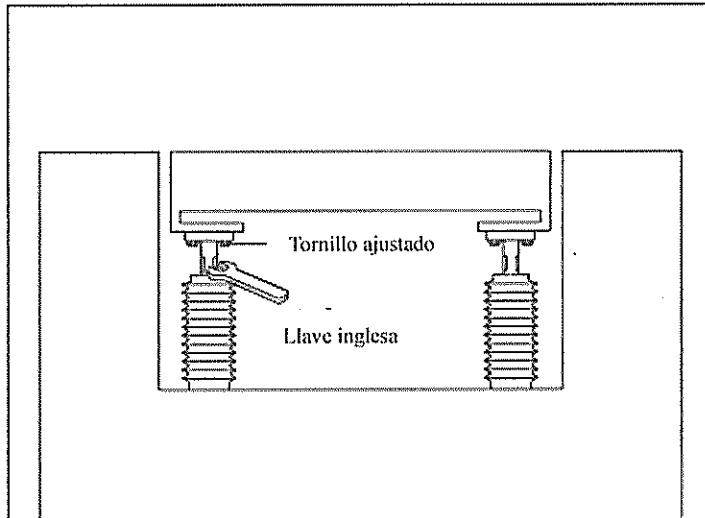

Figura 5-6
- (1) Las ruedas de goma de la derecha y la izquierda no están corregidas a las posiciones correctas.
- (2) La altura de los paneles de la derecha y la izquierda no está uniforme (si no está el sistema de flotante) (Figura 5-6).
- (3) Por favor inspeccione los cuatro tornillos de soporte debajo de la cinta transportadora y relaje los tornillos que están bien ajustados. Use la llave inglesa para girar los tornillos 20 grados a sentido horario para que la plataforma pueda subir aproximadamente 0.16 mm. De lo contrario, puede girarlos a sentido antihorario. Sin embargo, debe girar y ajustar ambos el tornillo delantero y el trasero al mismo tiempo (si no se encuentra con una necesidad exacta, no aplique este proceso de forma arbitraria).
- (4) Si la superficie de la rueda de goma está dañada.
- (5) Después de cargar la manga de lijado, chequee si se ha puesto la almohadilla y si la manija está trabada.
- (6) Si la abrasión de toda la superficie de la banda abrasiva es uniforme y si hay una parte afilada y la otra excesivamente desgastada.
- (7) Chequee si el degaste de la superficie de la manga de lijado es uniforme, si hay partes más afiladas y otras demasiadas gastadas.
- (8) La almohadilla demasiada presionada.
- (9) Hay aserrín dentro de la capa interna de la cinta transportadora o en la superficie del panel.